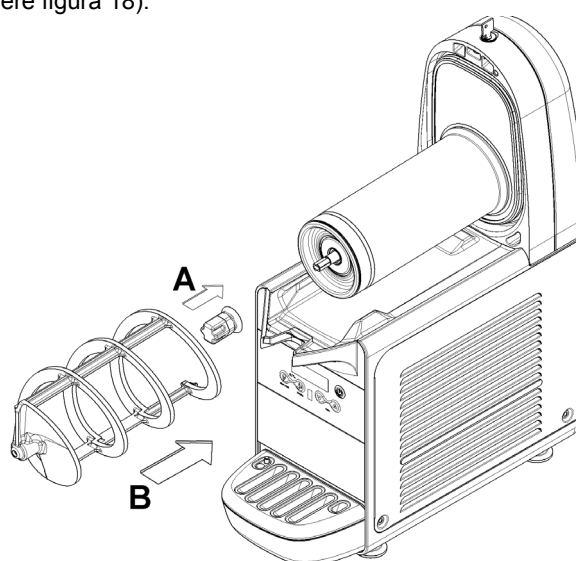

figura 18
- 5** Rimontare il giunto esagonale e quindi il mescolatore (vedere figura 18).